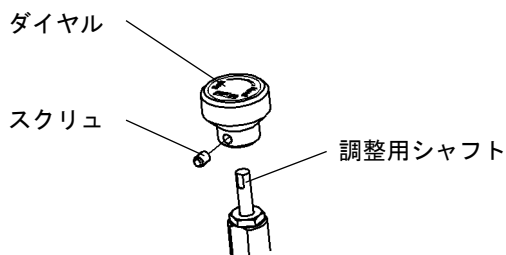

図4-11 : CPV35
- (1) 減衰力調整ケーブル(短)からダイヤルを取外し、リアサスペンションASSY先端の調整用シャフト側面の平面部にスクリュの位置を合わせて取付けてください。スクリュの締付けは六角レンチ (1.5mm・同梱品) を使用してください。(図4-11)